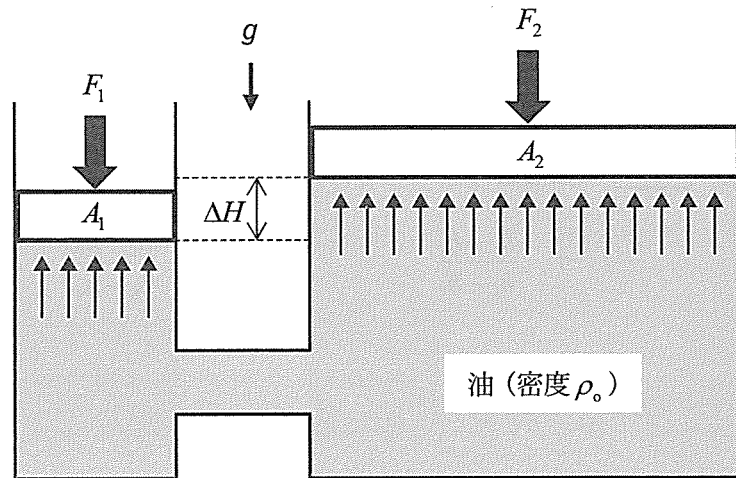

図1
- (1) 図1は、密度 ρ_0 の油で満たされた円筒容器とピストンで構成される装置を示したもので、大小二つの円筒容器は接続管でつながれている。ここで、断面積 A_1 のピストンには F_1 の力が、断面積 A_2 のピストンには F_2 の力が加えられており、両ピストンはその底面の高さの差 ΔH のところで静止している。また、重力の加速度を g とし、ピストンの質量は無視でき、ピストンは滑らかに動くものとする。
3) 図1のようにピストンの高さの差がある場合、 F_2 は式①で与えられる値より 3 だけ小さくなる。